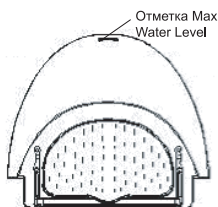

Рис. 3
3. Наполните контейнер водой до отметки «Max Water Level» (около 1,5 л.). Не наполняйте контейнер выше отметки (Рис.3).